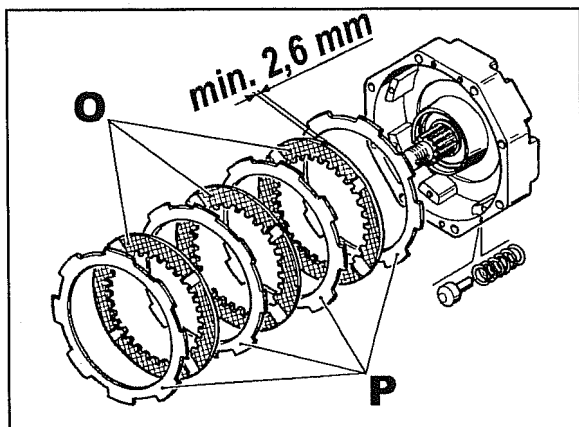
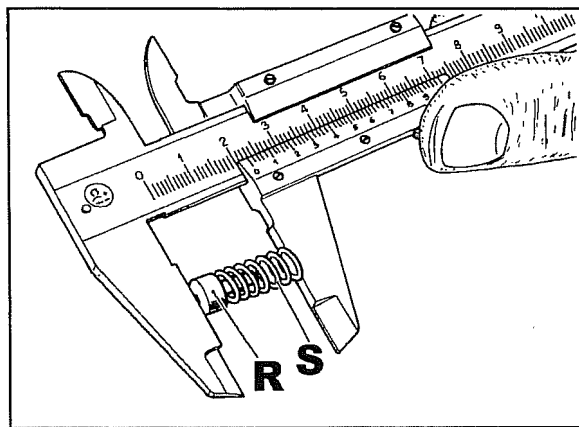
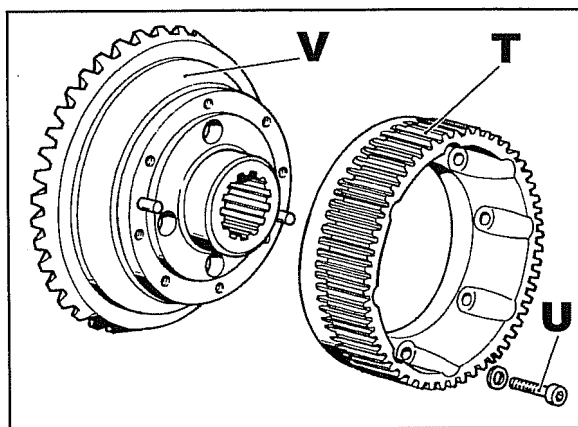
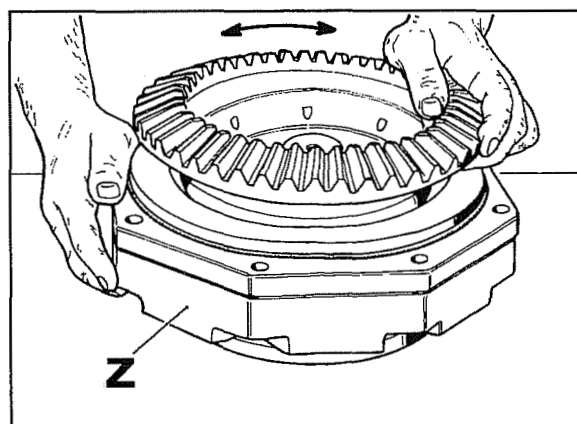

Abb. 26
Abb. 27
Abb. 28
Abb. 31
Die Abb. 26 zeigt die Bestandteile der Bremsmasse.
- 35 Den Verschleiß der Scheiben **O** Abb. 26 prüfen, indem man die Stärke mißt, die nicht unter **2,6 mm** liegen darf. Außerdem den guten Zustand der Stahlscheiben **P** prüfen und sie ggf. ersetzen. Mit einem Prüfdorn sicherstellen, daß die acht Bolzen **R** Abb. 27 mit ihren Federn **S** nicht kleiner als **22,5 mm** sind. Falls erforderlich, die Federn ersetzen.
- 36 Den Verschleißzustand des verkeilten Rings **T** Abb. 28 prüfen. Wenn er ersetzt werden muß, ist es mit den Schrauben **U** von dem Zahnkranz **V** zu trennen.
- Beim Wiedereinbau des Zahnkranzes **V** Abb. 28 auf der Bremsmasse **Z** Abb. 31 darauf achten, daß alle Scheiben **O** Abb. 26 sich mit dem verkeilten Ring **T** Abb. 28 paaren, wenn man eine Drehbewegung verleiht, wie in Abb. 31 gezeigt.